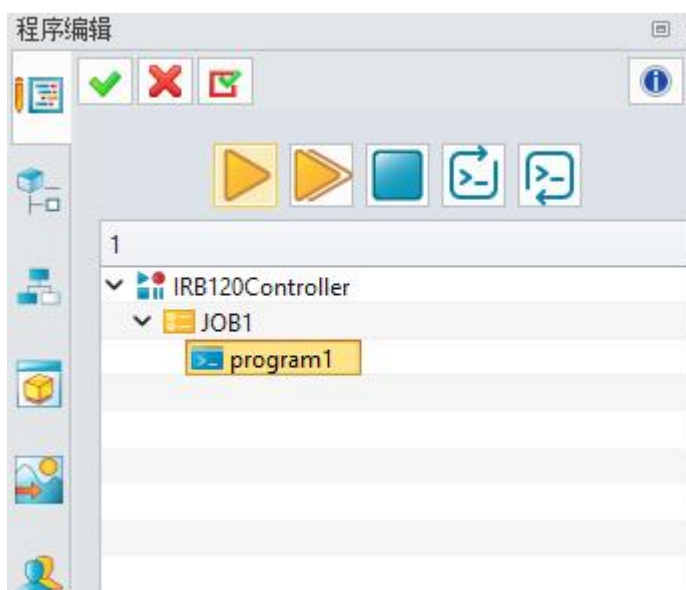

图 9-15: 仿真按钮
- 开始运行:单击“程序编辑”窗口中的“运行”按钮。这将启动仿真过程并执行为机器人编写的程序指令。(图 9-15)